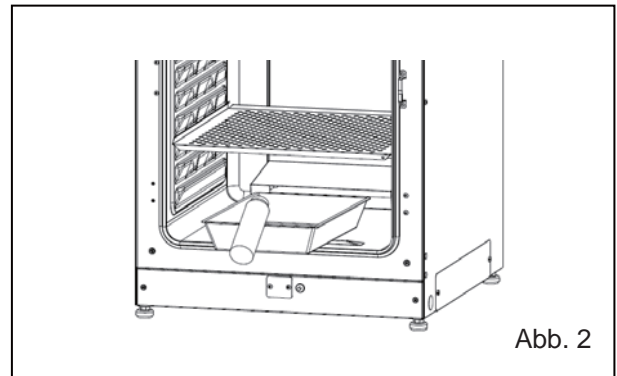

Abb. 2
4. Setzen Sie die Befeuchtungswanne wieder in den Innenraum und füllen Sie sie mit destilliertem Wasser (ca. 1,5 l, vorgewärmt auf 37 °C) (Abb. 2).